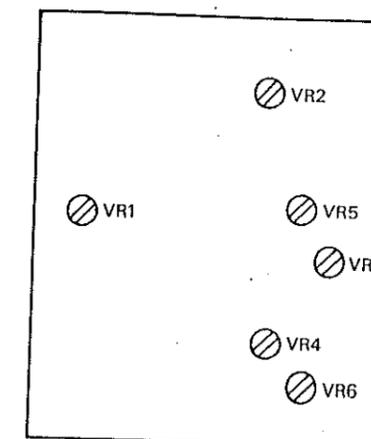

Fig. 12
1. Afregeling van de voedings-unit (fig. 12).